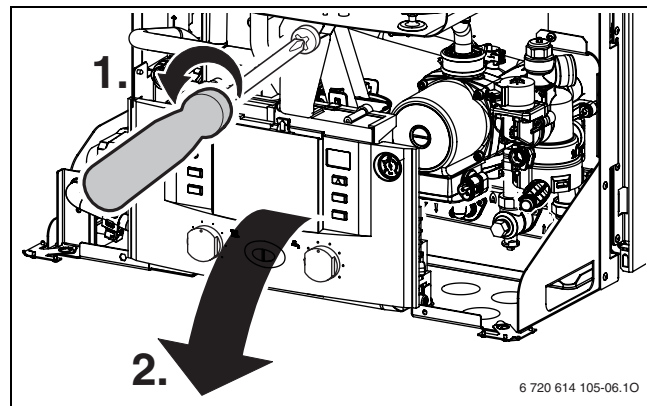

Fig. 14
- Svitare la vite di fissaggio (→ rif. 1, fig. 14) e far ruotare il cruscotto comandi verso il basso.